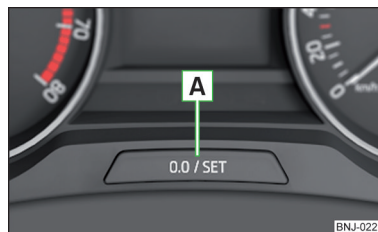

Fig. 22
» Toccare il tasto **A** » fig. 22 a pag. 37.
- Tenere premuto il tasto **A** » fig. 22 sino a quando sul display sarà visualizzata la voce di menu **Orologio**.